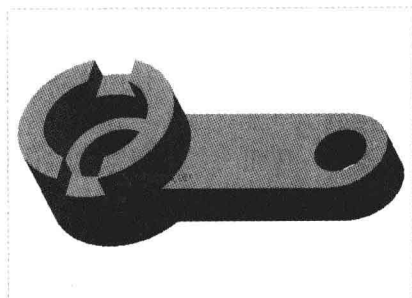

图 4-38 图形文件
Step 01 按【Ctrl+O】组合键，打开图形文件如图 4-38 所示。